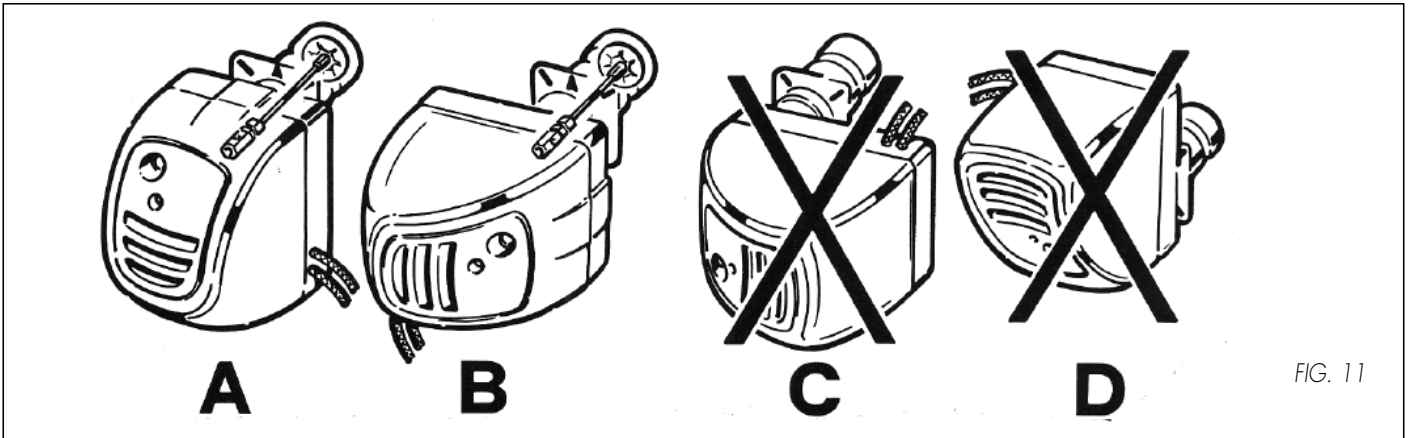

FIG. 11
Dopo aver preparato il frontone del generatore di calore rispettando le dimensioni della dima di attacco indicate in figura 2 occorre fissare la piastra di attacco del bruciatore (8) con le due viti inferiori avendo cura di interporre il cartone isolante fornito a corredo. Montare il bruciatore sulla piastra di attacco e posizionarlo come indicato in fig. 11 (dettagli A e B).
First make sure that the head generator front been made ready following the template dimensions shown in Fig. 2. The burner connection plate (8) shall be secured by means of the two lower screws, with the asbestos packing purposely supplied laid in between. Fit the burner onto the connection plate in either position A or B (Fig 11).
Après avoir préparé la façade du générateur de chaleur en respectant les dimensions du gabarit de fixation tel qu'il est indiqué à la figure 2, fixer la plaque de fixation du brûleur (8) moyennant les deux vis inférieures en y interposant l'isolant fourni en dotation. Monter le brûleur sur la plaque de fixation comme il est indiqué à la fig. 11 (détails A et B).